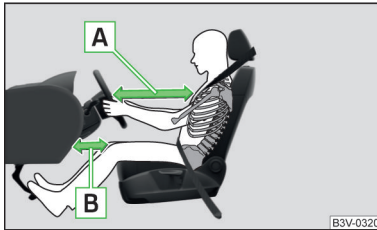

Abb. 11
- Für den Fahrer und Beifahrer ist es wichtig, einen Abstand von mindestens 25 cm zum Lenkrad bzw. zur Schalttafel einzuhalten » Abb. 11 - A. Wenn Sie diesen Abstand nicht einhalten, kann Sie das Airbag-System nicht schützen - Lebensgefahr! Außerdem müssen die Vordersitze und die Kopfstützen immer der Körpergröße entsprechend richtig eingestellt sein.
» **Abb. 11 - B**. Falls es aus Gründen der Körpergröße nicht möglich sein sollte, diese Bedingung zu erfüllen, dann ist ein Fachbetrieb aufzusuchen.